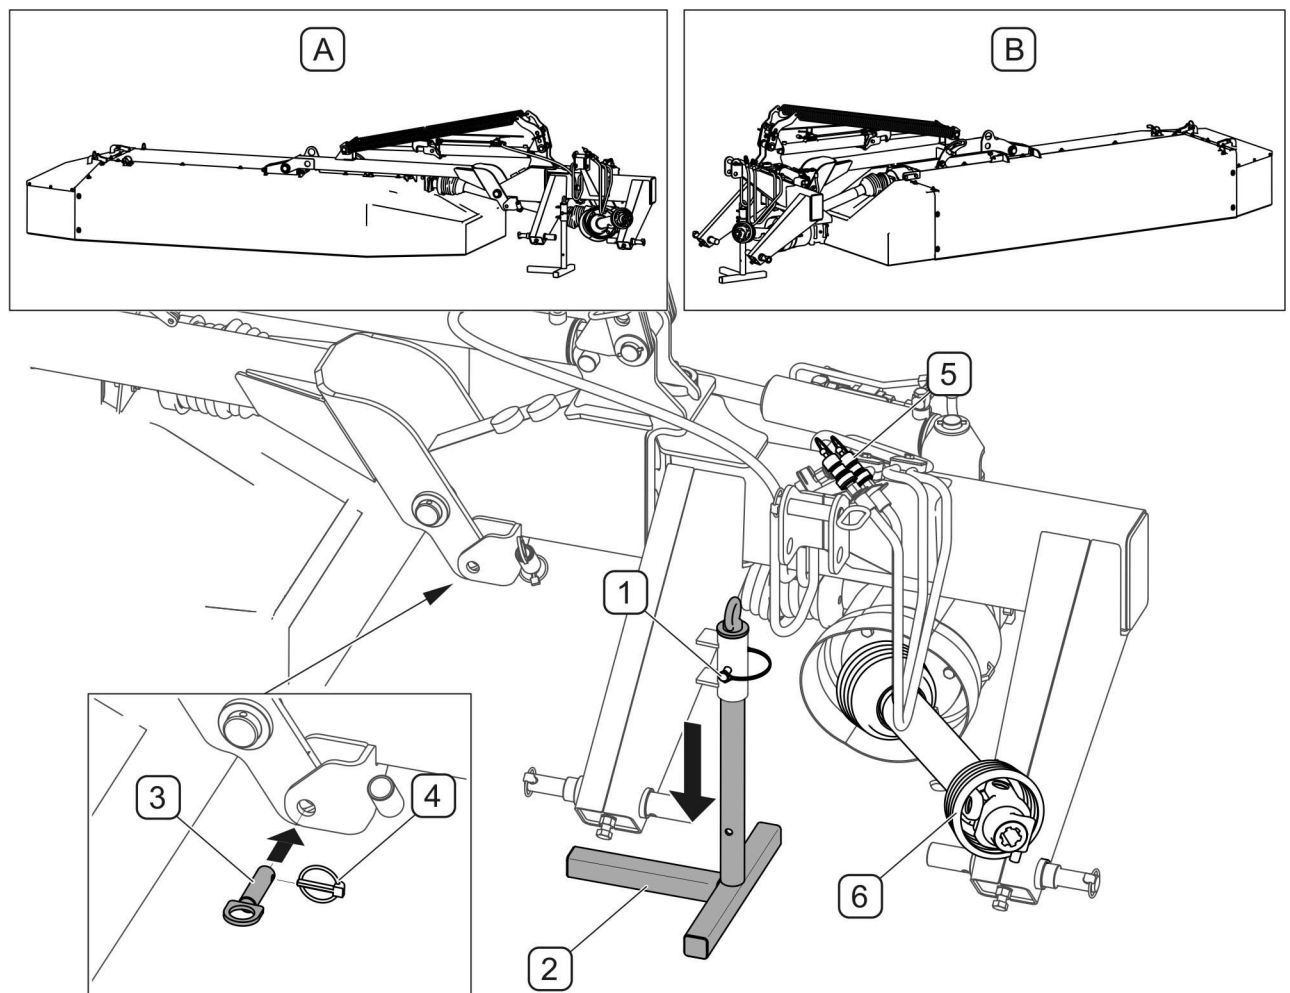

BILD 4.12A Mähwerk vom Schlepper trennen
Vor dem Abkuppeln des Mähwerks von Aufhängung des Schleppers ist der Tragarm in Ruhelage mithilfe des Bolzens (3) und des Splints (4) (BILD 4.12A). Es ist verboten, das Mähwerk vom Schlepper abzukuppeln, ohne den Tragarm zu verriegeln.
- die Schneidegruppe in entsprechende Stellung (A) oder (B) bringen
- den Querriegel (1) ausziehen und die Stütze (2) absenken;
- mithilfe des Bolzens (3) und des Splints (4) den Tragarm in Ruhelage sichern;
- vom Schlepper die Anschlüsse (5) der Hydraulikleitungen abschalten, mit Stopfen sichern und an speziellen Trägern auf dem Rahmen des Mähwerks anbringen,
- die Teleskop-Gelenkwelle von Zapfwelle des Schleppers (4) trennen und auf dem Träger befestigen,
Nach dem Abkuppeln vom Schlepper soll das Mähwerk in die Stellung (A) oder (B) gebracht werden und an die Stütze (2) und Mähmesser (BILD 4.12A) gestützt werden.